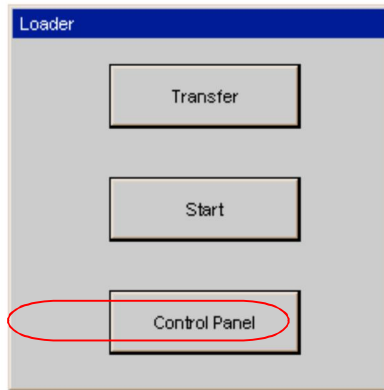

图 3.2.1 启动菜单
1. 面板上电后，进入 Windows CE 操作系统，弹出菜单，如图 3.2.1 所示，选择 Control Panel 选项。